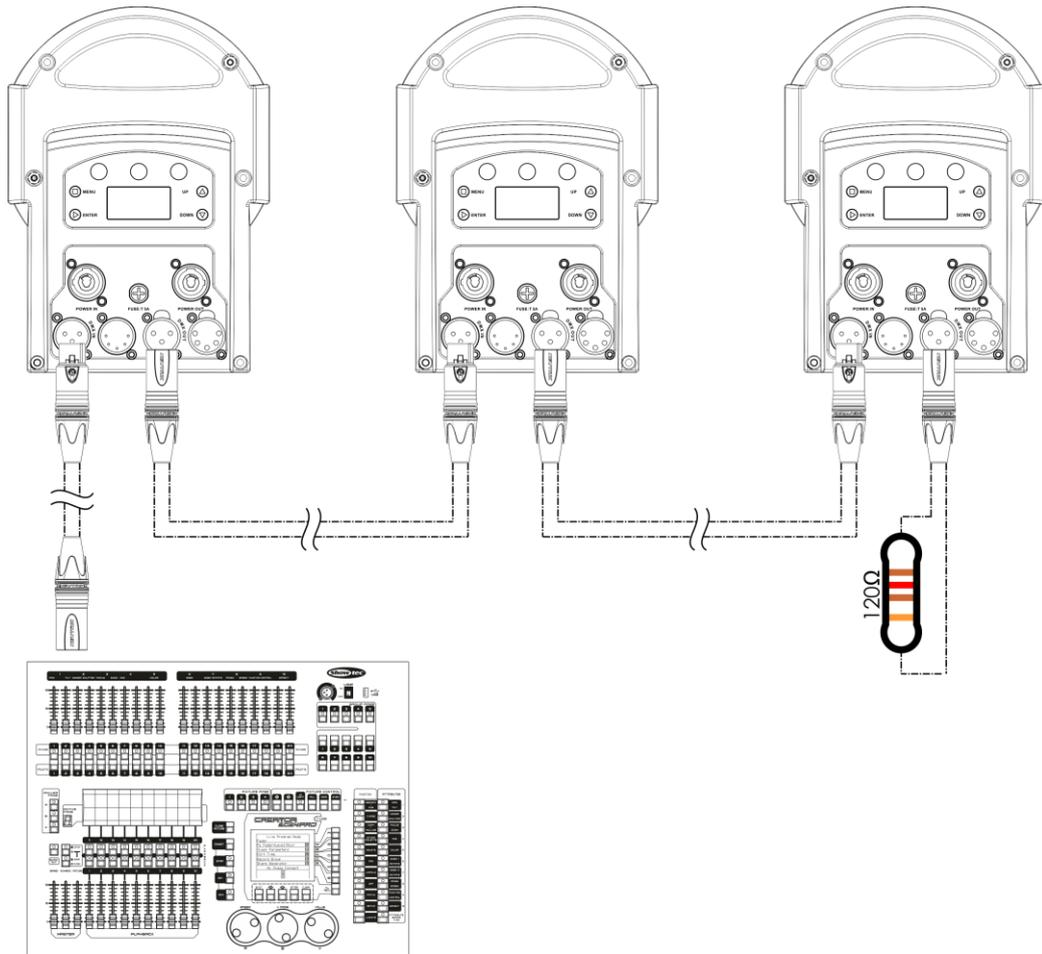

Fig. 06
- 04) Conecte las unidades entre ellas como se indica en la Fig. 06. Conecte un cable de señal DMX que vaya desde el conector DMX OUT(salida) de la primera unidad al conector DMX IN (entrada) de la segunda unidad. Repita este proceso para interconectar las unidades segunda, tercera y cuarta.